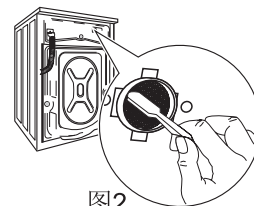

图2
5. 将软管从电器上拧下来，并在一旁放上抹布以防漏水(见右图2所示)；